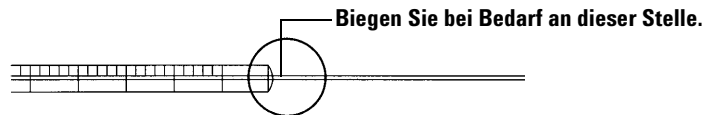

Abb. 76 Prüfen der Spritze
- 1 Rollen Sie die Spritze über die Kante einer sauberen ebenen Oberfläche. Wenn sich die Nadelspitze kreisförmig bewegt, richten Sie den Schaft aus, indem Sie ihn leicht in der Nähe der Verbindung zum Spritzenzylinder biegen. Prüfen Sie die Spritze erneut (Abb. 76).